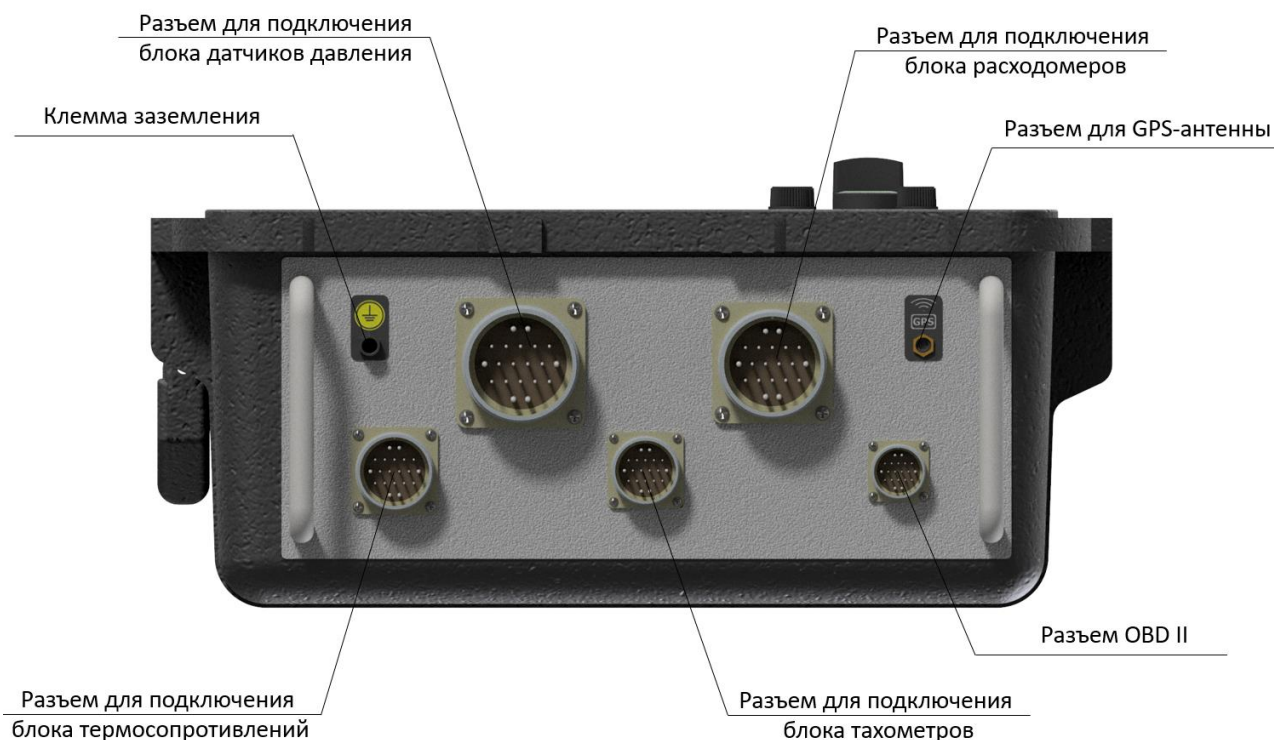

Рисунок 5 – Разъемы кейса
С правой стороны кейса расположены следующие разъемы (рисунок 5):
7.Установить антенну GPS на кабину для связи со спутником. Подключить в соответствующий разъем (см. рис. 5).